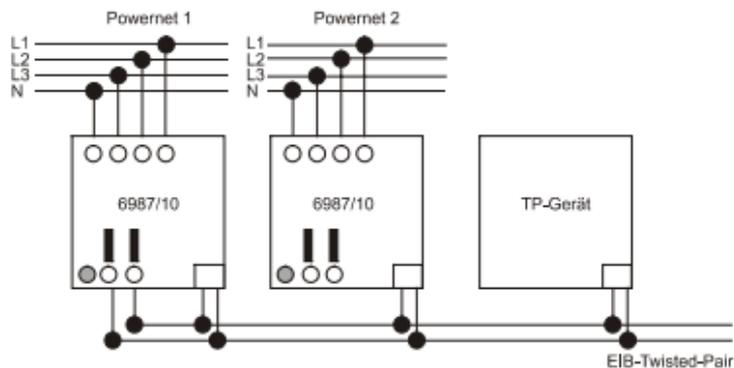

Fig. 3
2. Alimentación de tensión de bus mediante alimentación interna de corriente: El acoplador de sistemas dispone de una fuente interna de tensión que facilita una tensión inicial reducida de  $24\text{ V} \pm 5\text{ V DC}$ . A través de esta alimentación de corriente se pueden alimentar hasta otros 5 aparatos (acopladores de sistemas o aparatos EIB-TP) (p.ej., para acoplar varias bandas del Powernet). Para la alimentación propia del acoplador de sistemas, es necesario que la tensión inicial se puentee en el borne de conexión de bus (ver Fig. 3).